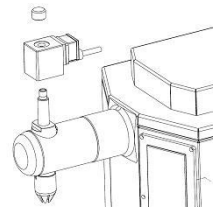

Abb. 29
- Setzen Sie die Magnetspule und die Rändelmutter auf die Obere Abschlusseinheit. (Abb. 29) und ziehen Sie die Rändelmutter fest. Bringen Sie die Garniertülle an.